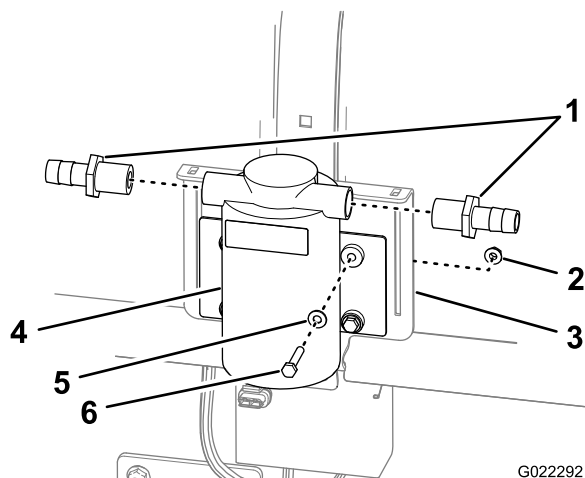

図 9
2. ポンプをフレームに固定する；ボルト 4 本、小さいワッシャ、ナットを使用する（図 9）。
3. ポンプの吸引ポートと吐出ポートに、ストレート・バーブフィッティング (2 個) を取り付ける（図 9）。